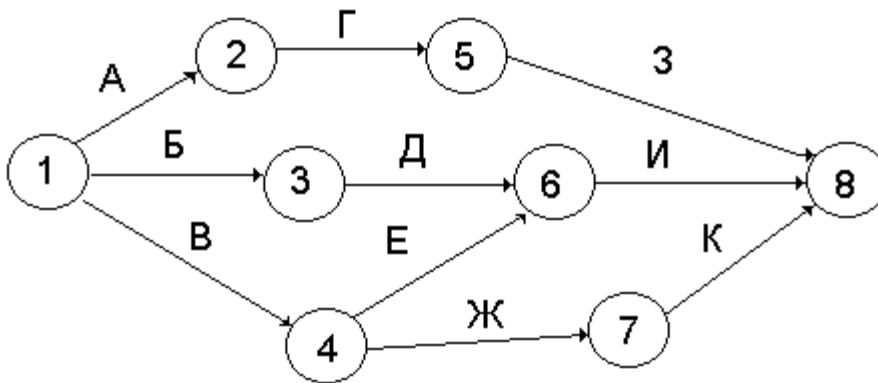

Рис. 5 – Мережевий граф виконання комплексу робіт
Використовуючи рис. 5 та дані табл. 4 визначте:
1) Термін виконання комплексу робіт буде визначатися терміном виконання найдовшого шляху (рис. 5).